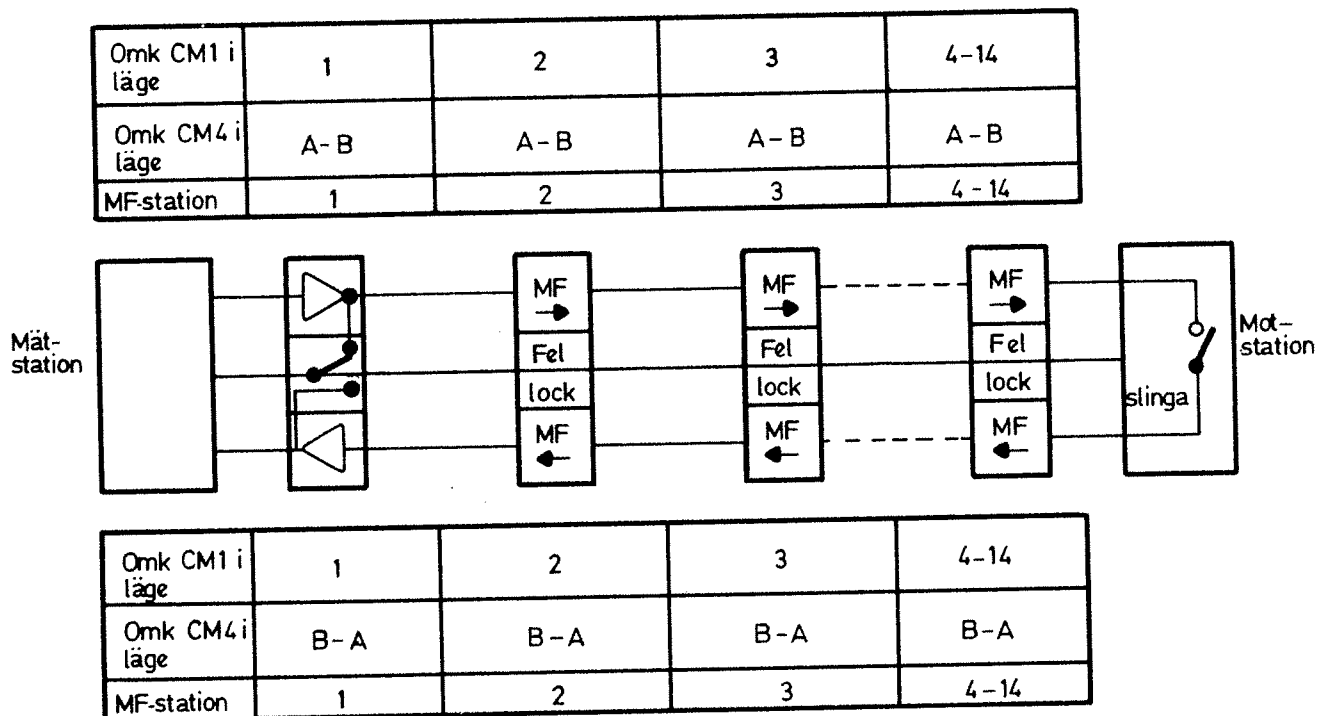

Bild 11
4.3.4.1 Hur omkopplarna CM1 och CM4 skall ställas in beror på vilken MF-station och vilken transmissionsriktning som provas, se bild 11. Börja med MF-stationen 1, riktning A-B och gå sedan runt i slingan.
4.3.4.2 Ställ omkopplaren CM2 i läge 1 (violation +1). Omkopplarna CM1 och CM4 skall vara inställda enligt bild 11. Övriga omkopplare skall vara inställda enligt avsnitt 4.3.3.1.